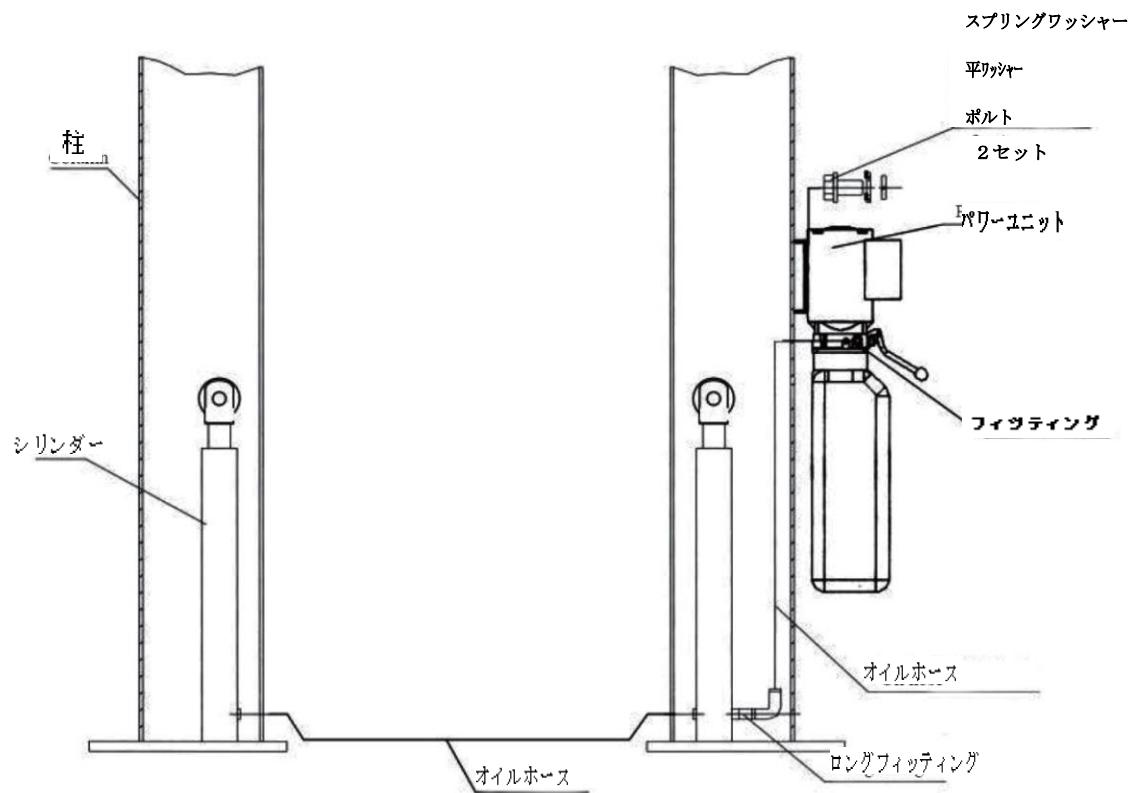
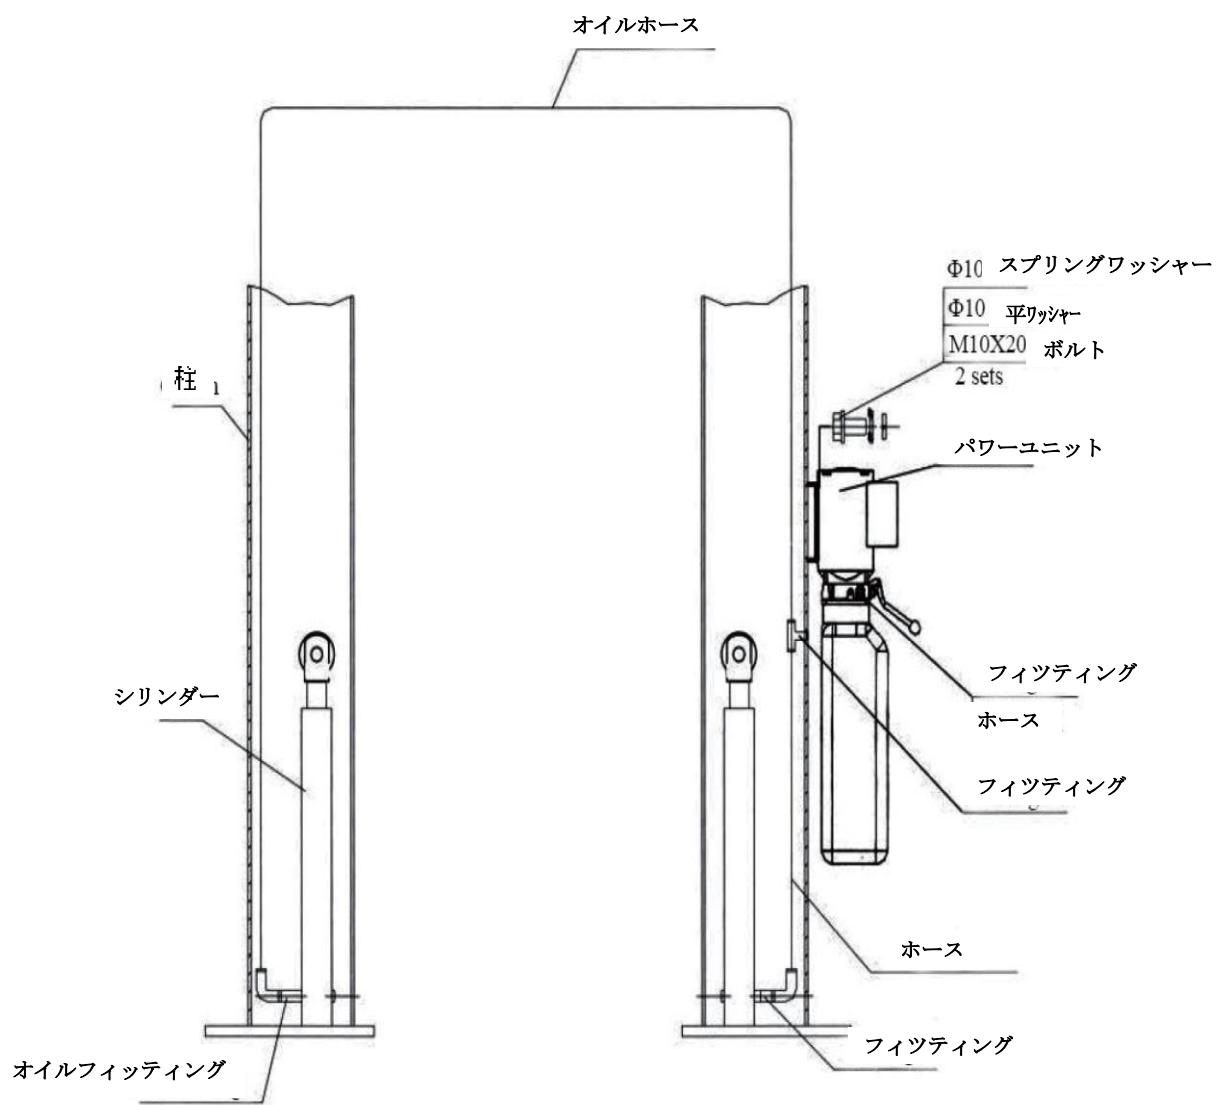

図12a
図12b
- ・2つのM10ボルトを使用してパワーユニットを固定します（図12a、12bを参照）。門型2柱リフトの場合は、図12bに示すように油圧ラインを取り付け、2柱リフトの場合は、図12aに示すように油圧ラインを取り付け、すべてのフィッティングを締めてオイル漏れを防ぎます。